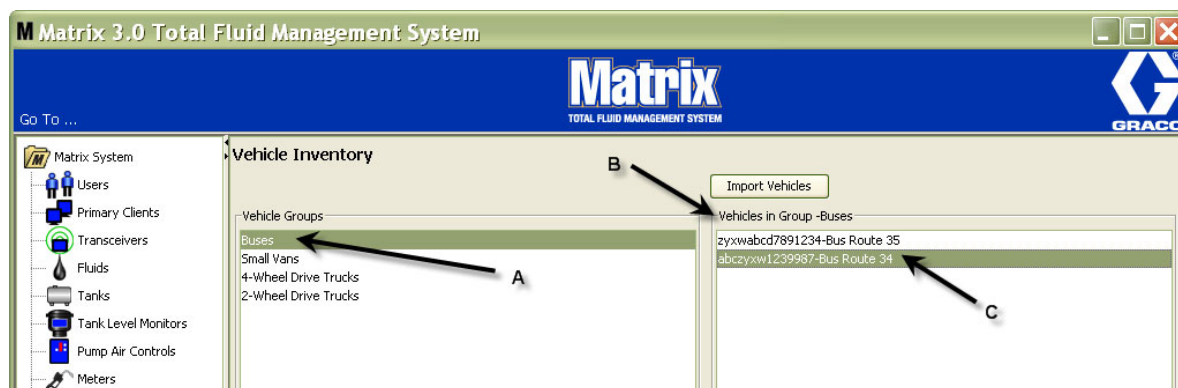
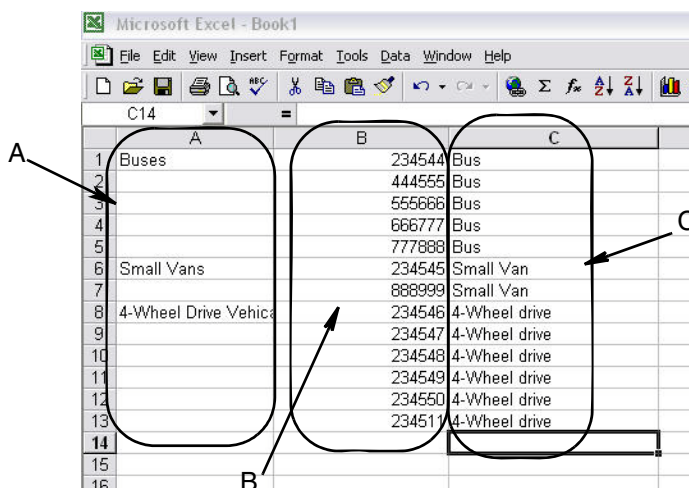

FIG. 156
FIG. 159
7. Les véhicules ne pourront être affichées sur l'écran principal de stocks de véhicules lorsque le groupe spécifique auquel il est associé est sélectionné. Dans l'exemple fourni à la FIG. 156, le groupe de véhicules autobus est sélectionné (A). Notez que le nom du groupe « Autobus » (Buses) a été ajouté à la fin des véhicules sous le titre de la colonne Groupe (B) et la liste affichée dans cette colonne ne contient que les autobus qui sont dans la flotte. Il n'y a pas de camionnettes, de camions à 4 roues
Les sections A, B et C de la FIG. 159 correspondent aux sections A, B et C de la FIG. 156.